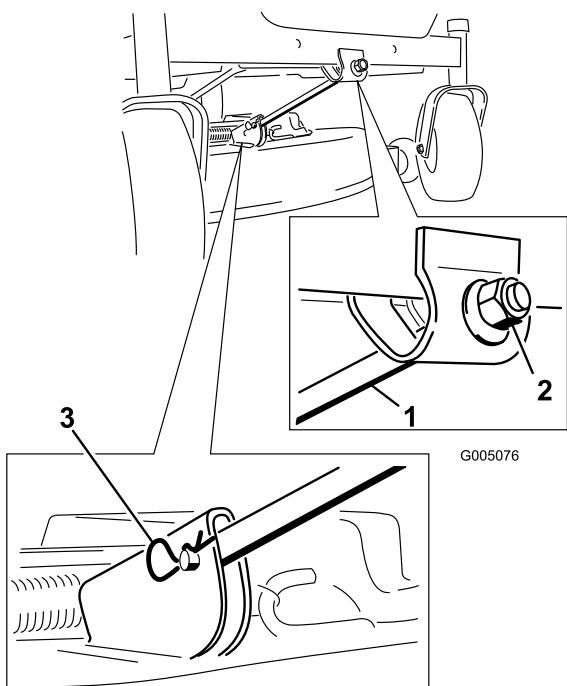

Bild 52
- Entfernen Sie den Splint und den Lastösenbolzen von der vorderen Stützstange (Bild 52). Lassen Sie die Vorderseite des Mähwerks vorsichtig auf den Boden ab.
6. Befestigen Sie die vordere Stützstange mit den Lastösenbolzen und Splints am Mähwerk (Bild 52).